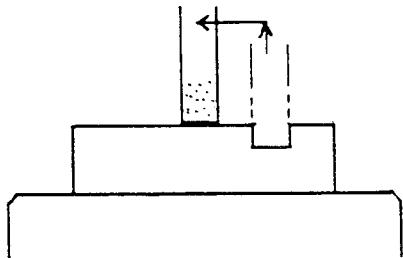

図2-21
- ⑪ 研削液の注水を止める。
- ⑫ 砥石を上方に送り、テーブル送りハンドルでテーブルを右に移動させ、砥石を工作物の左側にし、スタート位置に戻す。
- ⑬ サドルクランプをゆるめる。
- ⑭ 第2溝の研削位置決めをする。
- ・サドルを後方へ移動させ、第2溝の所定位置まで、前後位置表示の数字を見ながら位置決めをする。(図2-21)